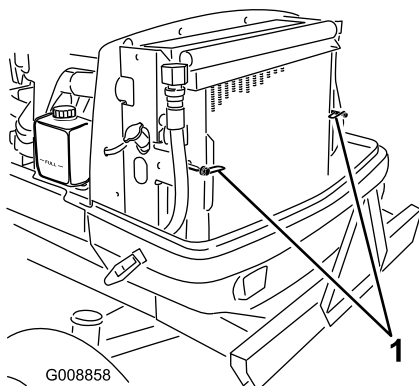

Figure 79
2. Tournez les verrous (Figure 79) qui fixent le refroidisseur d'huile au châssis.